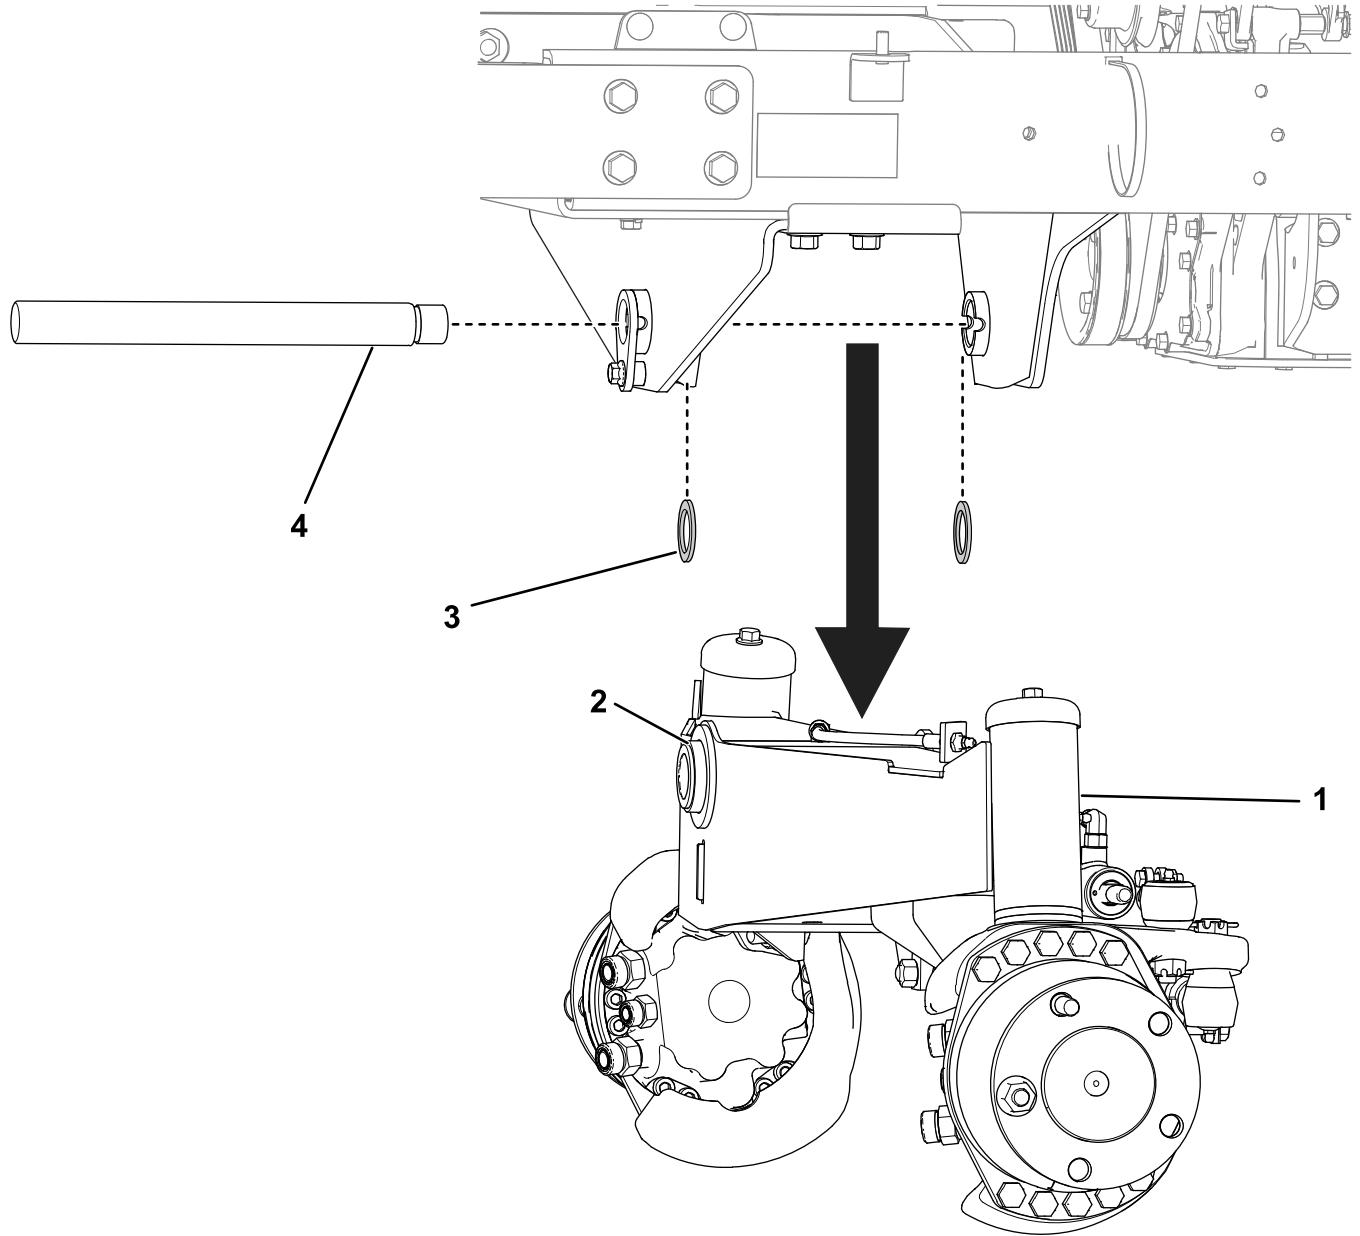

Figure 7
3. Sortez l'axe de pivot du cadre et de l'essieu arrière. Abaissez avec précaution l'ensemble essieu arrière complet pour le déposer par le dessous de la machine. Localisez et récupérez les 2 rondelles de butée entre le cadre de la machine et l'essieu arrière (Figure 7).